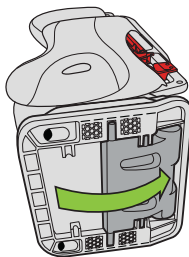

Figure 90
- Vérifiez que le pied d'inclinaison est en position orientée vers l'avant, tel qu'indiqué dans la **Figure 90**. Au besoin, saisissez le bord du pied d'inclinaison et tournez-la vers l'arrière du siège, en appuyant dessus afin de l'enfoncer au bas du siège.